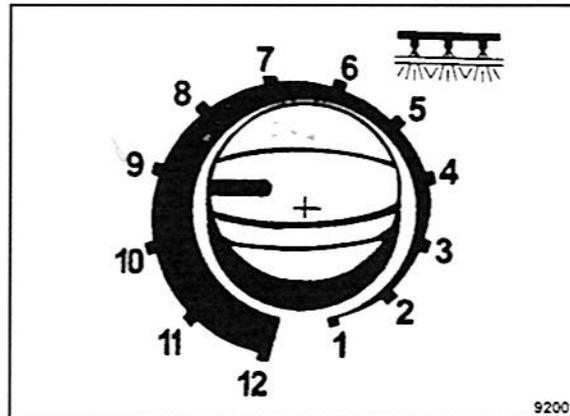

Fig. 90
- Colocar el conmutador de intervalos para rociado a presión (Fig. 90) en el deseado intervalo de salida.